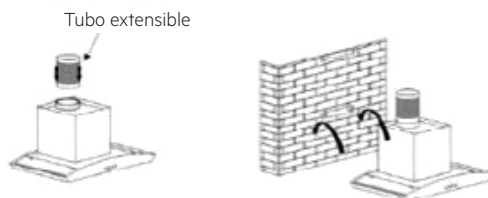

Imagen 3
- 3) Fije el soporte externo de la chimenea en la chimenea externa y compruebe que la altura de la chimenea interna puede ajustarse libremente en su interior tal como la fijación del tubo extensible. Después, instale el tubo extensible y chimenea en la campana (véase la Imagen 3).
- 3) Fije el tubo extensible de acuerdo con la dirección principal y después coloque la campana en el gancho (véase la Imagen 3).